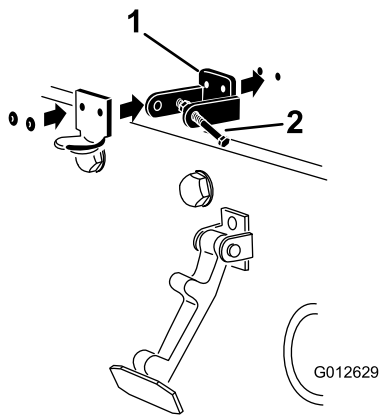

図 5
整列させてフードにセットする 図 5。
6. ブラケットとワッシャをフードにリベットで固定する 図 5。